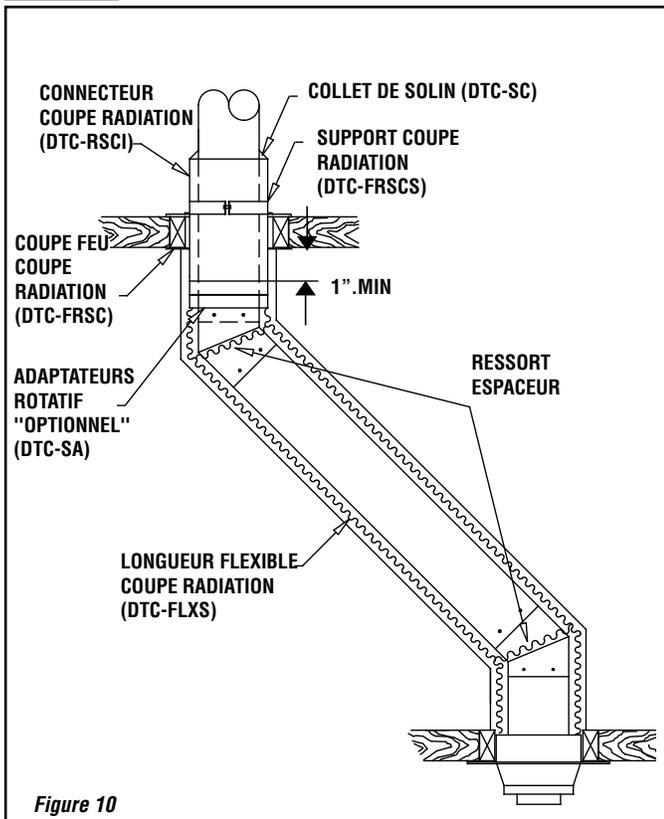

Figure 10
**Attacher un ressort espaceur autour de chaque coude ce qui permettra de bien centrer la longueur flexible coupe radiation. (*figure 10*).** Étirez la longueur télescopique jusqu'au plafond et la fixer au connecteur coupe radiation à l'aide de (3 x 1/2") vis auto taraudeuse.
Si vous êtes limité en espace pour bien visser autour du connecteur, vous pouvez installer un adaptateur rotatif (*figure 10*) sous le connecteur coupe radiation (SRS) et un sur l'embout du conduit flexible qui se raccorde.